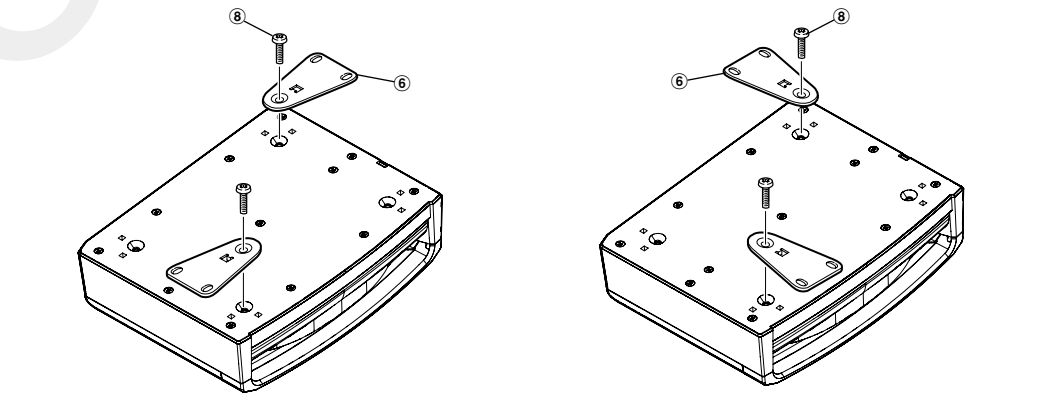
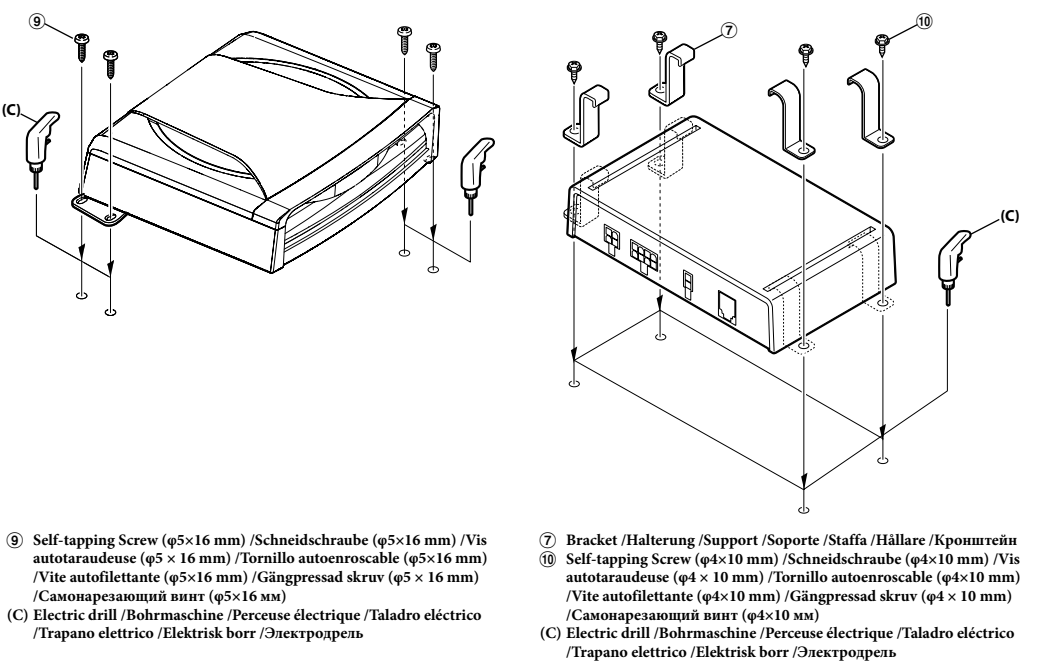
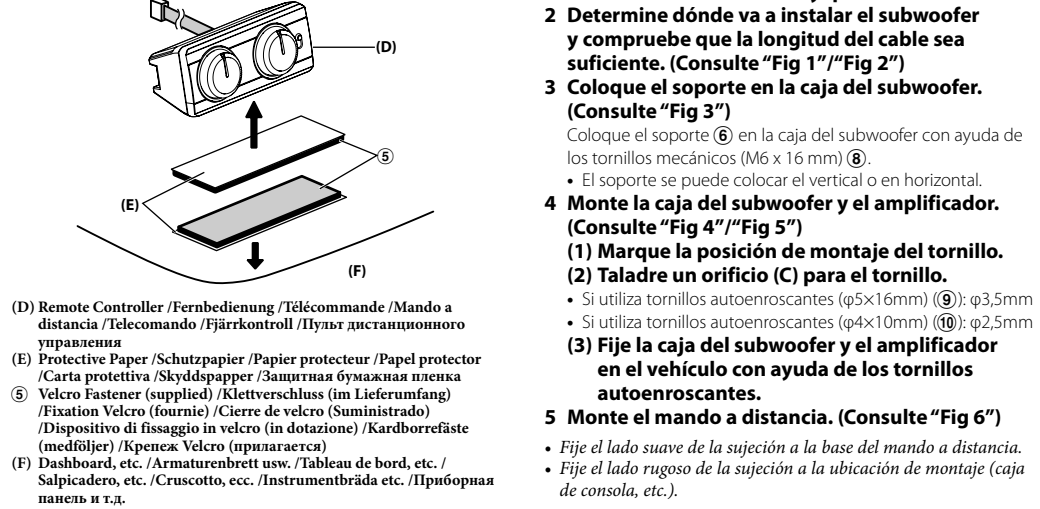

Fig. 3 / Abb. 3 / Schéma 3 / Fig. 3 / Fig. 3 / Bild 3 / Pnc. 3
Fig. 4 / Abb. 4 / Schéma 4 / Fig. 4 / Fig. 4 / Bild 4 / Pnc. 4
Fig. 6 / Abb. 6 / Schéma 6 / Fig. 6 / Fig. 6 / Bild 6 / Pnc. 6
- Attach the bracket to the subwoofer box. (Refer to "Fig 3")
- Attach the bracket (B) to the subwoofer box with the screws (M6 x 16mm) (B).
- Mount the subwoofer box and amplifier. (Refer to "Fig 4" / "Fig 5")
- Drill a hole (C) for the screw.
- When using self-tapping screws (q5x16mm) (C): q3.5mm
- When using self-tapping screws (q4x10mm) (C): q2.5mm
- Mount the remote controller. (Refer to "Fig 6")
- Fäst hållaren på subwoofermodulen. (Se "Bild 3")
- Fäst hållaren (B) på subwoofermodulen med maskinskruvarna (M6 x 16mm) (B).
- Montera subwoofermodulen och förstärkaren. (Se "Bild 4" / "Bild 5")
- Borra ett hål (C) för en skruv.
- När gängpressade skruvar används (q5x16mm) (C): q3,5mm
- När gängpressade skruvar används (q4x10mm) (C): q2,5mm
- Montera fjärrkontrollen. (Se "Bild 6")
- Прикрепите кронштейн к корпусу сабвуфера. (См. рис. 3)
- Прикрепите кронштейн (B) к корпусу сабвуфера с помощью крепежных винтов (M6 x 16mm) (B).
- Установите корпус сабвуфера и усилитель. (См. рис. 4/5)
- Просверлите отверстие (C) под винт.
- При использовании самонарезающихся винтов (q5x16mm) (C): q3.5mm
- При использовании самонарезающихся винтов (q4x10mm) (C): q2.5mm
- Закрепите корпус сабвуфера и усилитель в машине с помощью самонарезающихся винтов. (См. рис. 6)